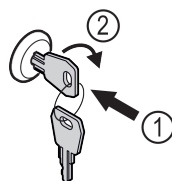

Fig. 166 Représentation à titre d'exemple
- Insérer la clé Fig. 166 (1).
- Tourner la clé à 90° dans le sens horaire Fig. 166 (2).